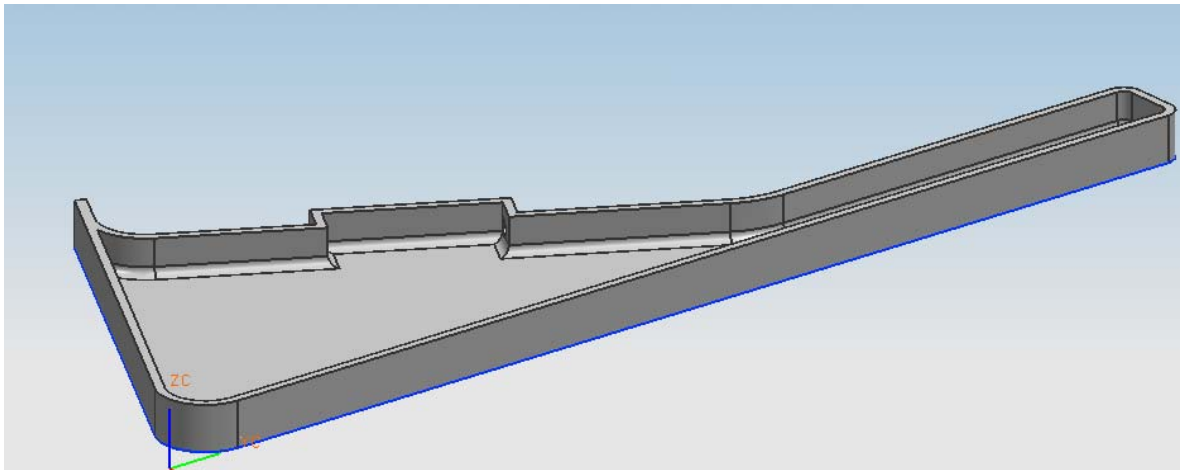

Figura 1 Creación de un modelo.
1. En la siguiente práctica se usará el modelo de la figura 1.